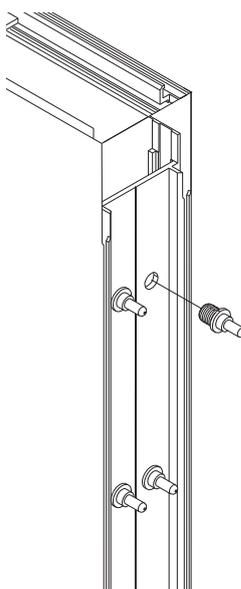

Рис. 88 Прокладка
15. Вставить прокладку в профиль (рис. 88).